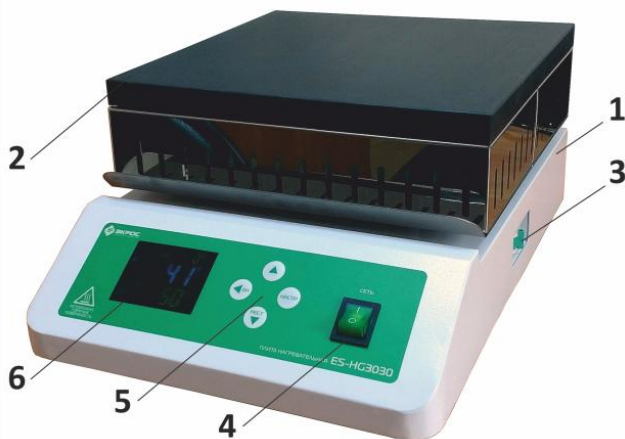

Рисунок 1
- 6.1. Плита (Рисунок 1) состоит из корпуса 1 и нагревательной платформы 2. На правой боковой стенке корпуса установлен автоматический выключатель 3. На передней панели корпуса расположены сетевой выключатель 4, клавиатура 5 и жидкокристаллический индикатор 6 регулятора температуры. На задней панели находится сетевой кабель. Плита стоит на 4-х резиновых ножках.